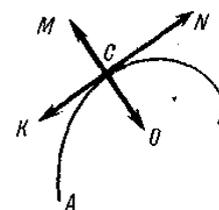

Рисунок 2
3. Точка движется из А в В по траектории, указанной на рис. 2. Укажите направление скорости точки С.